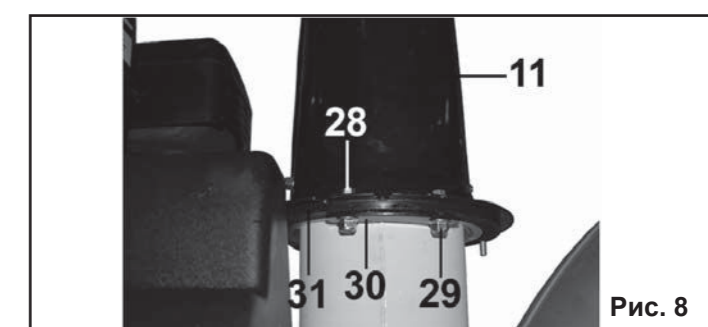

Рис. 8
6.4. Установка желоба (Рис.8).